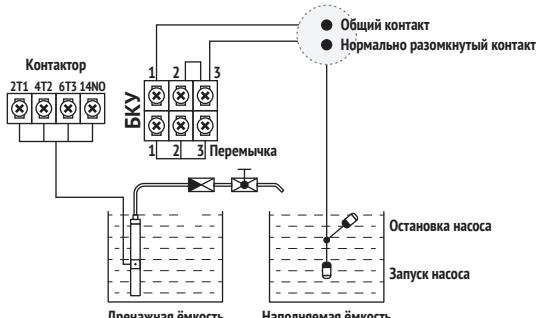

Рис. 5
- Подключите ДУ или ПВ (в комплект не входит) к контактам БКУ (см. рис. 2, 4) и установите их в наполняемой ёмкости согласно схемам на рис. 5.
- Установите рычажки переключателя режимов (далее – «ПР») в положение, показанное на рис. 5.